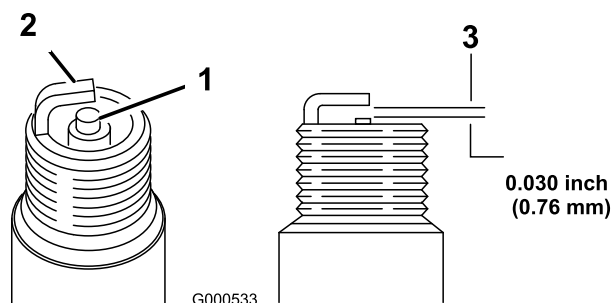

Figura 30
- Ajuste la distancia entre los electrodos a 0,76 mm; consulte Figura 30.